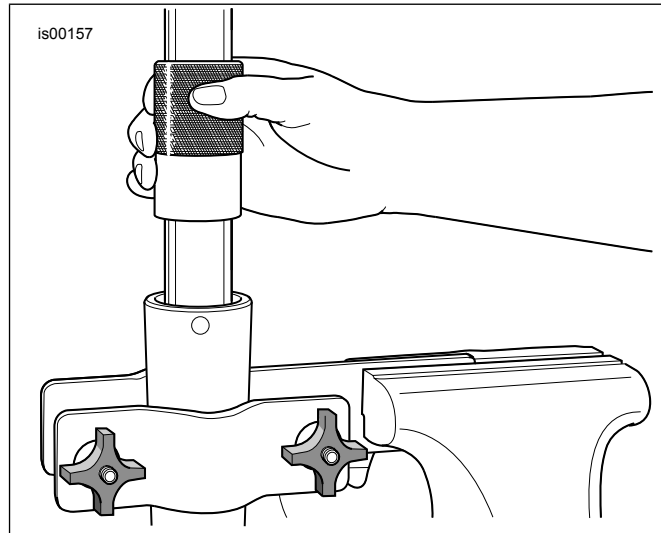

Figure 7. Pose du joint d'huile de fourche
12. Enduire le Diamètre intérieur (ID) et le Diamètre extérieur (OD) de la bague du fourreau (E) avec de l'huile de fourche propre.
14. Glisser le joint d'entretoise (D) vers le bas du tube de fourche jusqu'à ce qu'il entre en contact avec la bague de fourreau (dans n'importe quel sens).
15. Enduire le ID du **nouveau** joint à huile de la fourche (4) avec de l'huile de fourche propre.
18. Voir la figure 7. Prendre l'outil de joint/bague de fourche (HD-45305) et procéder comme suit :
- b. Voir la figure 7. En utilisant l'outil comme un marteau à inertie, faire coulisser le joint à huile de la fourche (avec le joint d'entretoise et la bague de fourreau) vers le bas du tube de fourche jusqu'à ce que la rainure de l'attache de retenue soit visible dans l'ID du fourreau de fourche.